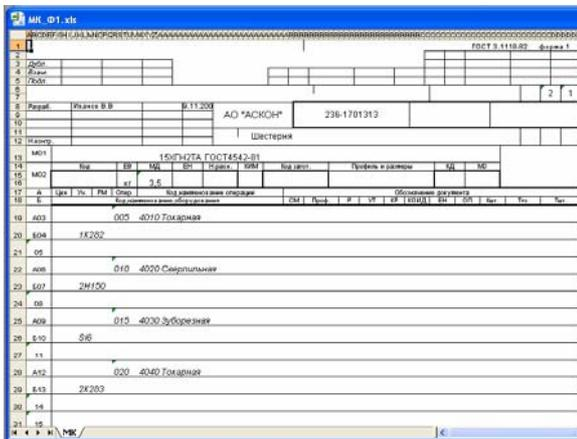

Рисунок 21 – Маршрутная карта
15. В результате получаем сформированные карты в среде «Microsoft Excel» (рисунок 21, 22).